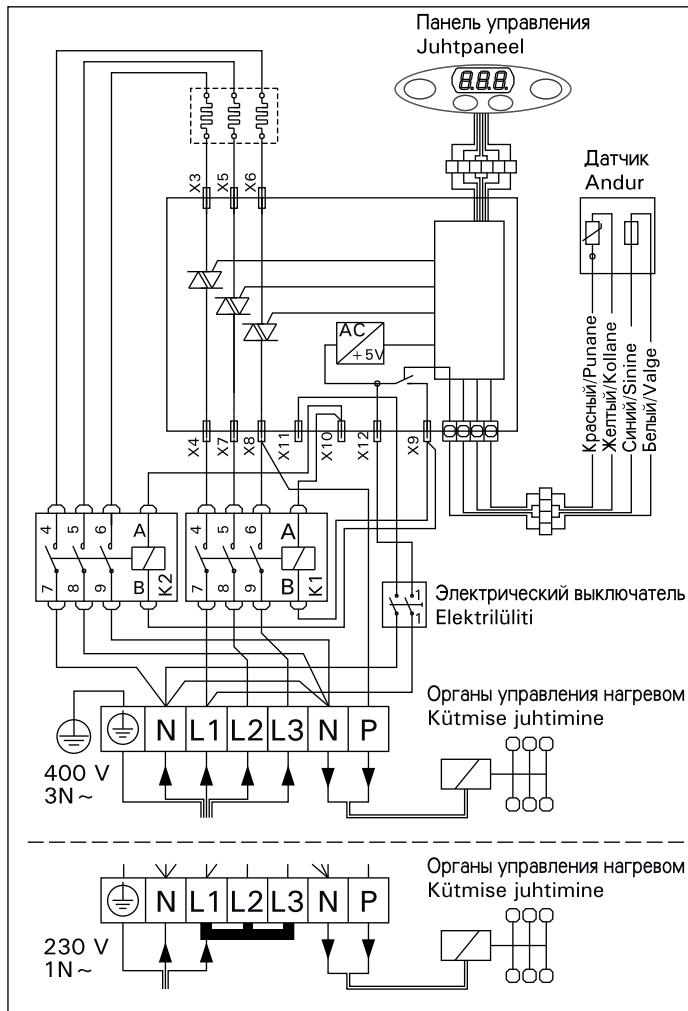

Рисунок 7. Подключение каменки PI
- Кроме разъемов питания каменки P1 оснащены также разъемом (P), который делает возможным управление электрическим нагревом. (см. рис. 7). Кабель управления электро-отоплением подводят прямо к розетке каменки и дальше с помощью резинового кабеля, равного по толщине кабелю подключения, к клеммнику.